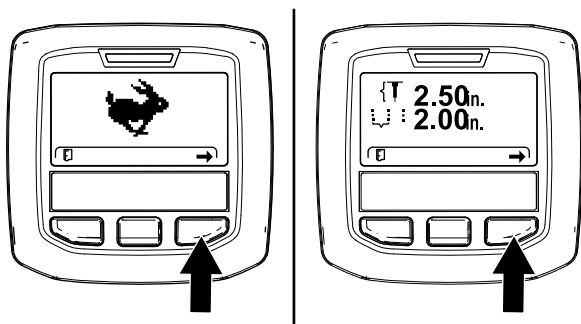

Figura 65
**Notă:** Se afiează ecranul de mod TRANSPORT sau ecranul de mod AERARE (Figura 65).